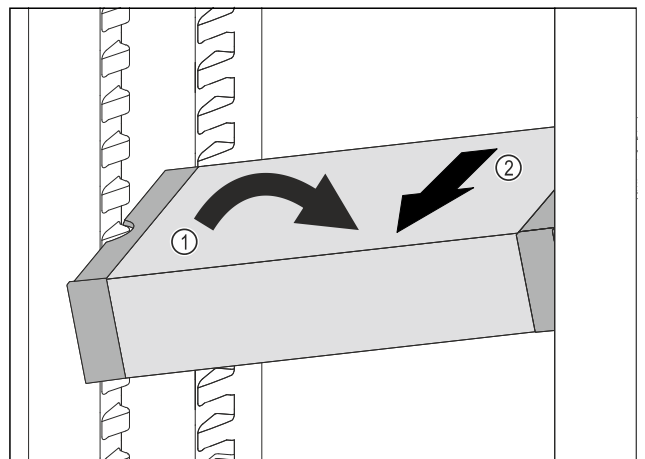

Fig. 129
- ▶ Poziționați oblic VarioSafe în frigider. Fig. 129 (1)
- ▶ Extrageți VarioSafe spre înainte. Fig. 129 (2)